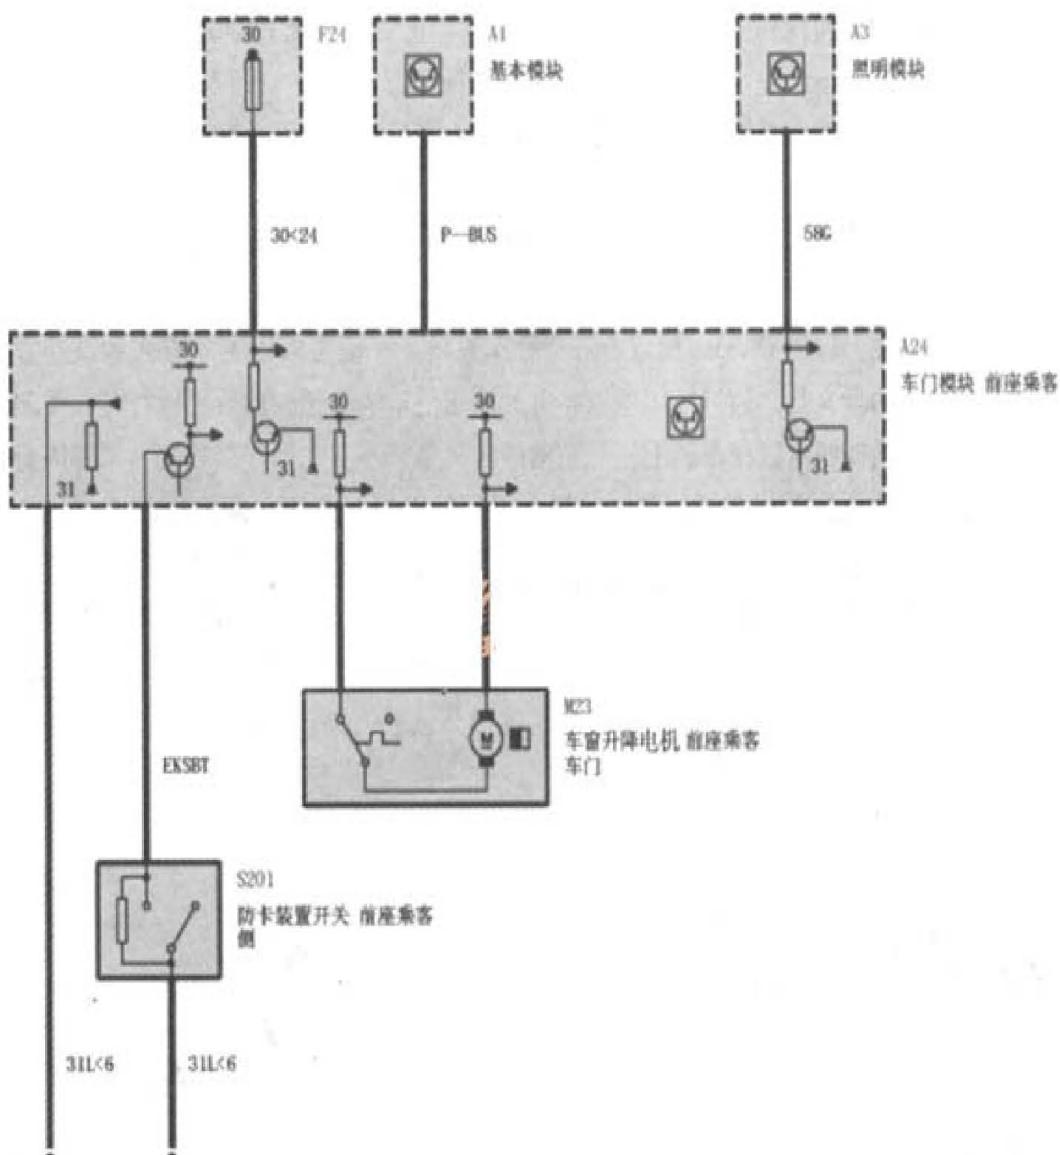

图 1 乘客侧电动玻璃相关电路
- 接车后：通过汽车故障诊断仪进行全车诊断，检查结果没有和车辆右前门的电器功能失效相关的故障记录，但直观感觉很有可能是和右前门电路相关的保险丝被烧断。首先决定对故障现象中一个问题进行检查，通过查阅宝马 X5 E53 的乘客侧电动玻璃电路图，如图 1 所示。